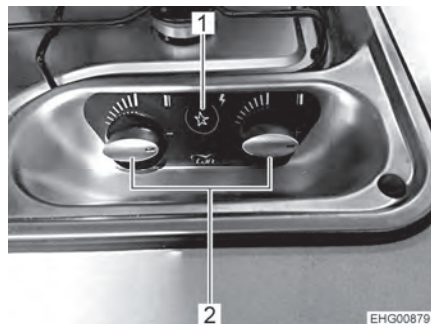

Fig. 127 Elementos de mando para la cocina de gas
- Girar el regulador giratorio (Fig. 127,2) correspondiente al quemador deseado a la posición de encendido (llama alta).
- Pulsar el conmutador a presión (Fig. 127,1). En el quemador se producen chispas de encendido.